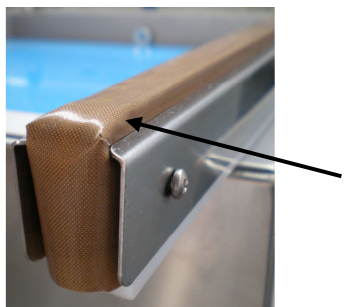
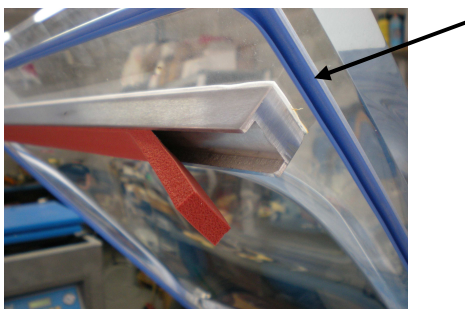

Figura 8.3. Teflon barra saldante.
Figura 8.4. Guarnizione di tenuta coperchio.
3. Sostituzione resistenze elettriche teflon barra saldante (Figura 8.3) e guarnizioni di tenuta coperchio (Figura 8.4) ogni 200 h circa di lavoro.